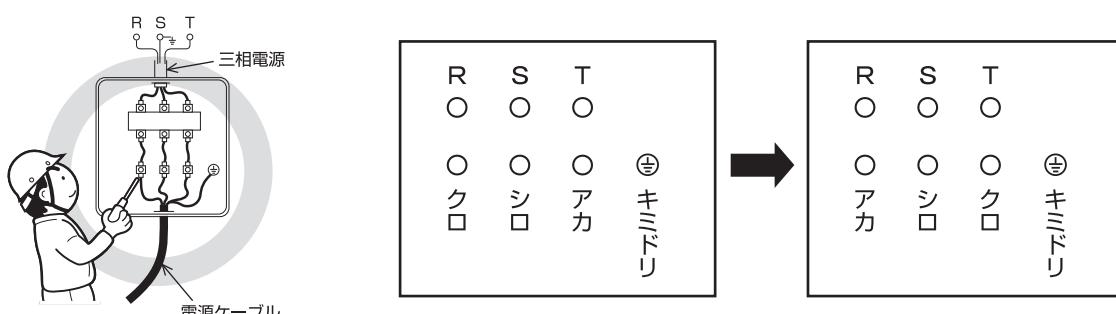

図1
- (2)遮断器を投入し押ボタンを押して電気チェーンブロックが動かないときは、「逆相防止装置」が作動して電気チェーンブロックは動きません。このような場合は、遮断器をOFFにし図1のように電源ケーブル側のT（黒色）とR（赤色）の線を入れ替えてください。電気チェーンブロックは正常に作動します。